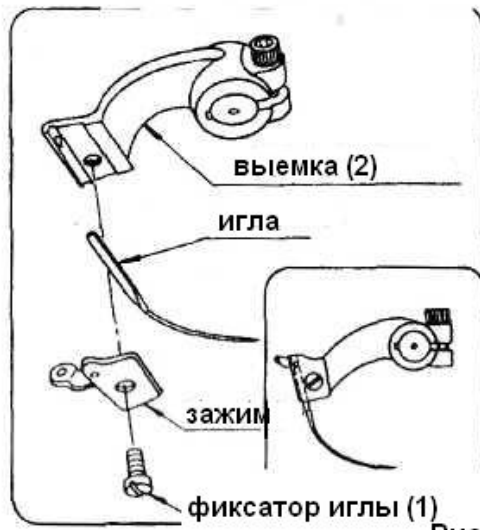

Рис. 8
3. Замена иглы (рис. 8) (необходимо использовать иглы LWx6T)
Поворачивайте колесо привода рукой по часовой стрелке, пока игла не достигнет крайнего верхнего положения, ослабьте винт-фиксатор иглы (1) примерно на два оборота и вытащите иглу, затем вставьте новую иглу в выемку (2) и протолкните ее до конца. Затем оденьте зажим и закрутите винт-фиксатор иглы (рис. 8).